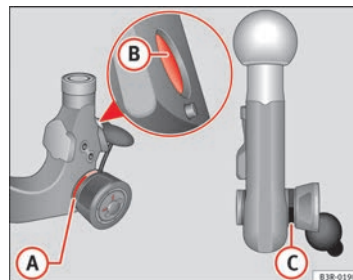

Fig. 168 Dispositivo desmontable para remolque: Rótula
- Compruebe si la marca roja (A) ⇒ fig. 168 de la rueda moleteada se encuentra en la zona negra de la rótula.
- Compruebe si las bolas del perno de bloqueo (B) que se encuentran en los orificios del vástago de encaje están hundidas.
- Compruebe que la rueda moleteada sobresalga claramente de la rótula, de forma que entre ambas quede una ranura (C).